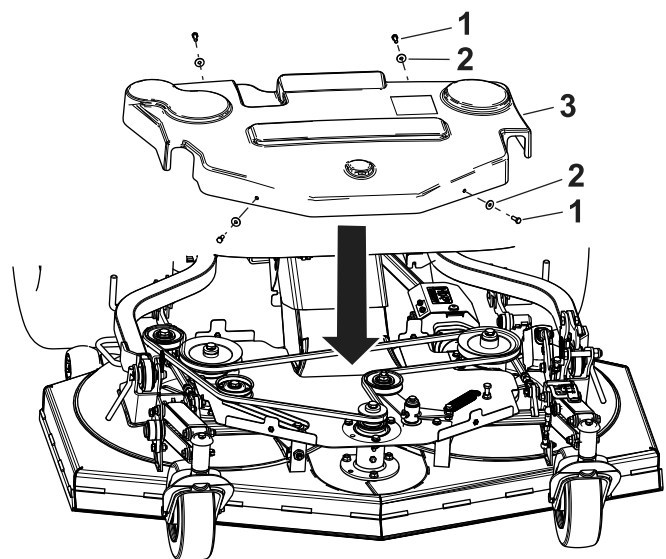

Figura 93
1. Rimuovete i due bulloni e rondelle sulla parte anteriore del coperchio (Figura 93).
2. Rimuovete i due bulloni e rondelle sulla parte posteriore dal coperchio (Figura 93).
1. Montate il coperchio sulla cinghia Figura 93.
2. Installate i due bulloni e rondelle sulla parte anteriore del coperchio (Figura 93).
3. Installate i due bulloni e rondelle sulla parte posteriore dal coperchio (Figura 93).